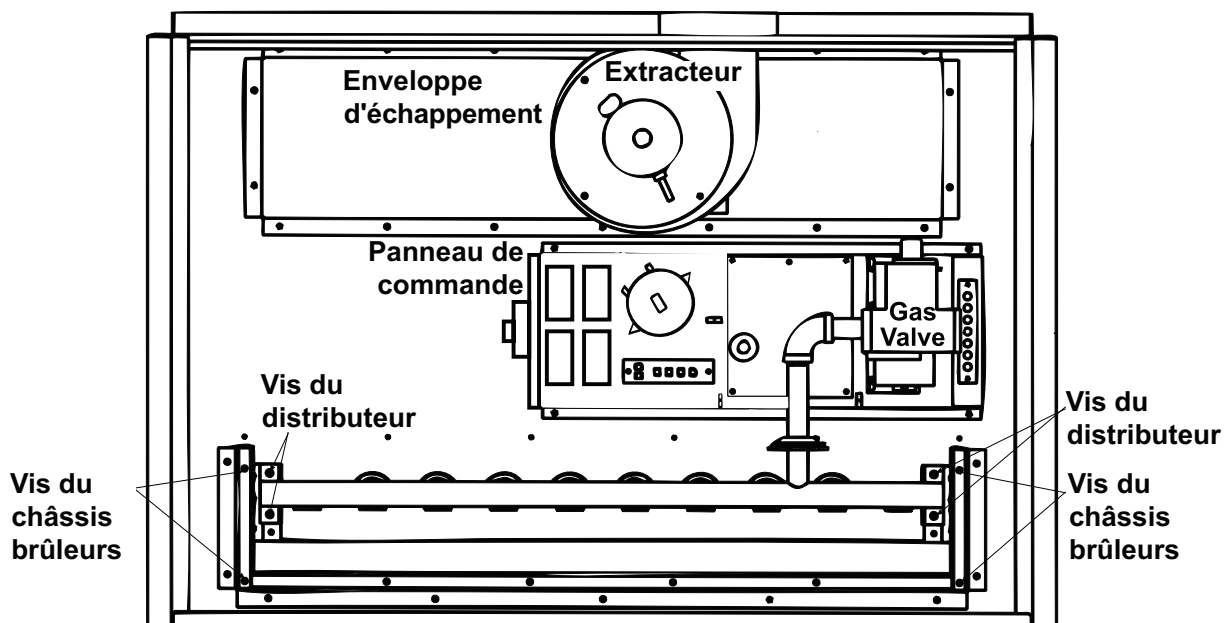

Figure 29. Dépose du châssis brûleurs
- Déposez les vis (see **Figure 29**) immobilisant le collecteur au châssis brûleurs. Faites glisser le collecteur du châssis des brûleurs.
- Déposez les vis (see **Figure 29**) situées aux extrémités du châssis des brûleurs et fixant ce dernier à l'armoire. Retirez doucement le châssis des brûleurs de l'appareil de chauffage.